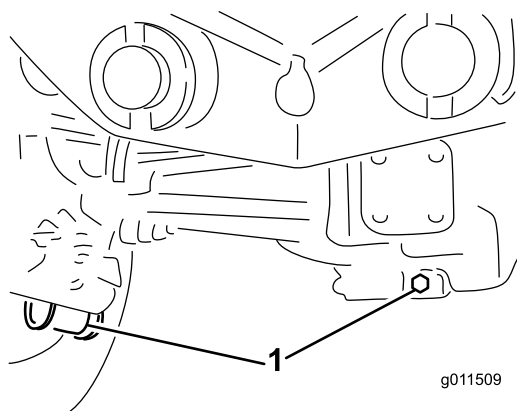

Figure 64
2. Nettoyez la surface autour des 3 bouchons de vidange, 1 à chaque extrémité et 1 au centre (Figure 64).